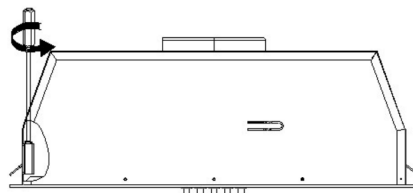

Rys. 1-Model 60cm
2. Wywierć otwór w szafce o szerokości 495*265(mm) dla modelu 60cm. Patrz Rys. 1. Upewnij się, że odległość między krawędzią otworu a krawędzią szafki wynosi co najmniej 35mm.
- Przy pomocy śrubokręta wykręć 10 wkrętów, którymi panel mocowany jest do wnętrza, a następnie otwórz panel. Patrz Rys. 1.